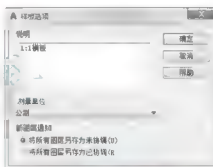

图 4.83 另存图形文件
(11) 单击【保存】按钮后，AutoCAD 2018弹出如图4.83所示的【样板选项】对话框，在【说明】文本框中可以输入“1:1模板”。